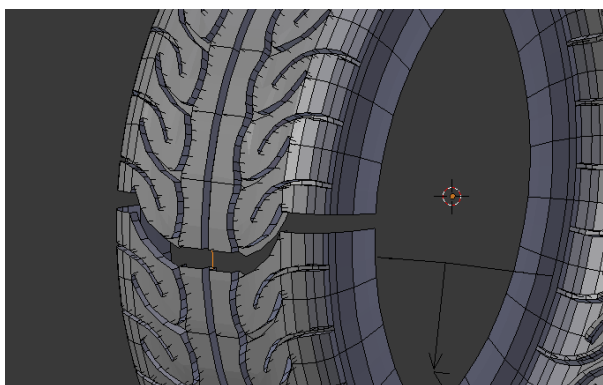

Figura 5.95
25. No painel do modificador Array, aumente Count até que o número de réplicas seja suficiente para aproximadamente fechar o círculo, ou o exceder por pouco, figura 5.95.